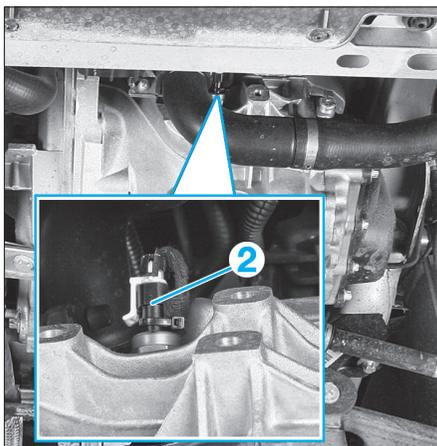

FIG. 2
- Pour le remplissage, déposer le contacteur de feux de recul (2) de la boîte de vitesses (Fig.2).